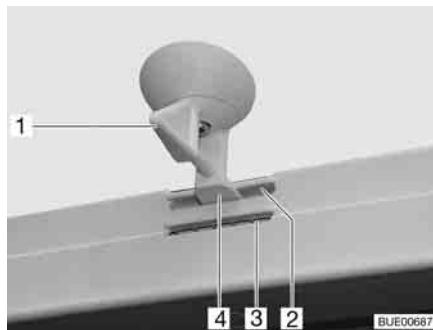
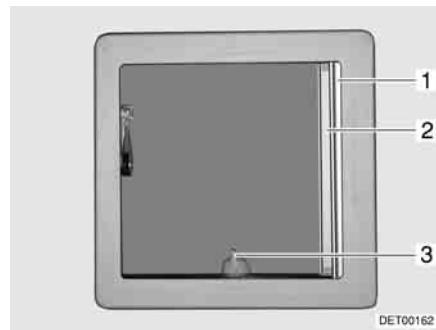

Fig. 64 Oblò inclinabile, bloccaggio
Fig. 65 Oblò inclinabile
- Ruotare la leva (Fig. 64,1 o Fig. 65,3) di un quarto di giro.
- Girare la leva di un quarto di giro. Il bloccaggio (Fig. 64,4) deve entrare nella feritoia inferiore (Fig. 64,3).
- Girare la leva di un quarto di giro. Il bloccaggio (Fig. 64,4) deve entrare nella feritoia superiore (Fig. 64,2).
Chiusura: ■ Tirare la tendina oscurante pieghevole (Fig. 65,1) fino alla posizione desiderata e rilasciare. La tendina oscurante pieghevole rimane in questa posizione.
Chiusura: ■ Estrarre la zanzariera a rullo (Fig. 65,2) fino a quando non scatta il bloccaggio dalla parte opposta.